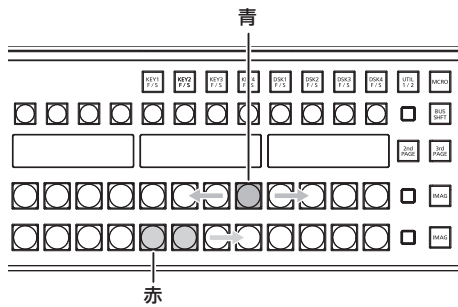

図 2
● コントロールパネルのファームウェアを更新している状態 (図 2)
- コントロールパネルのファームウェアを更新している状態 (図 2) では、メインフレームとコントロールパネルの電源を切らないでください。